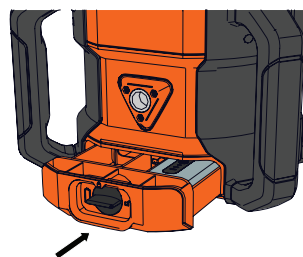

Figure 15
- Réinsérer le compartiment de piles dans le laser rotatif. (Figure 15)